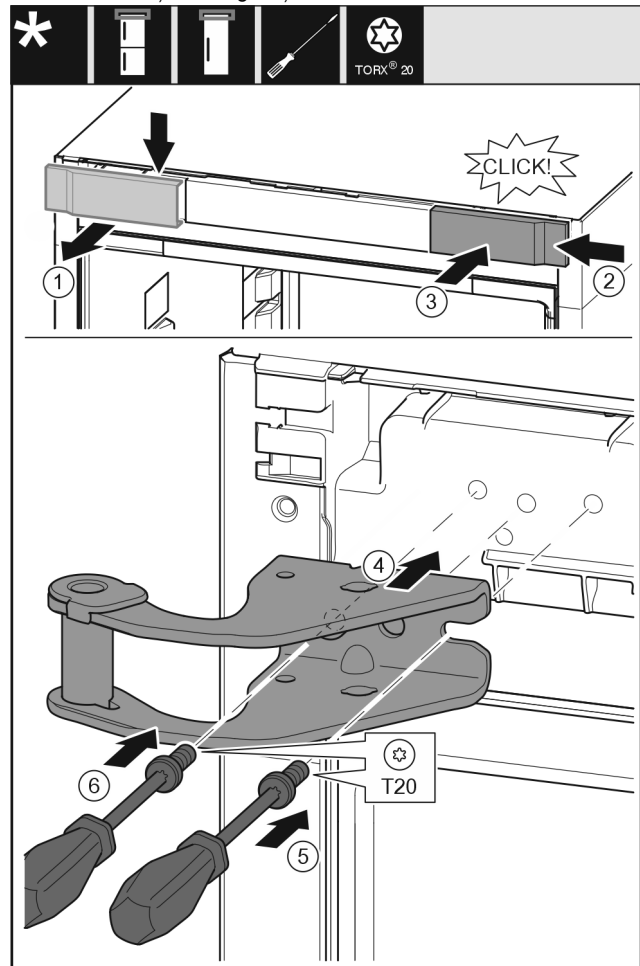

Fig. 9
► Noņemiet pārsegu no augšas uz priekšu. Fig. 9 (1)
► Iekabiniet pārsegu, pagrieztu par 180°, otrajā pusē no labās puses. Fig. 9 (2)
► Nofiksējiet pārsegu. Fig. 9 (3)
► Pielieciet augšējo gultņa balstu. Fig. 9 (4)
► Pielieciet skrūvi ar skrūvgriezi T20 un pieskrūvējiet. Fig. 9 (5)
► Ievietojiet skrūvi ar skrūvgriezi T20 un pievelciet. Fig. 9 (6)